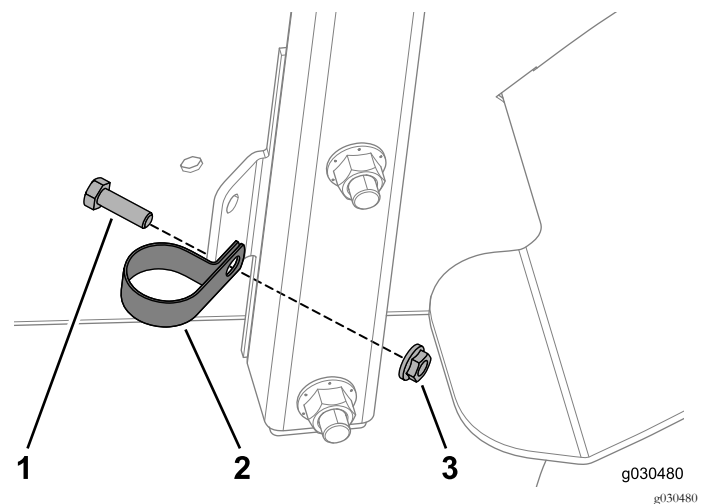

Bild 44
1. Befestigen Sie eine R-Klemme mit der Schraube (5/16" x 3/4") und Bundmutter an der rechten Seite der Maschine an der Zubehöralterung (Bild 44).